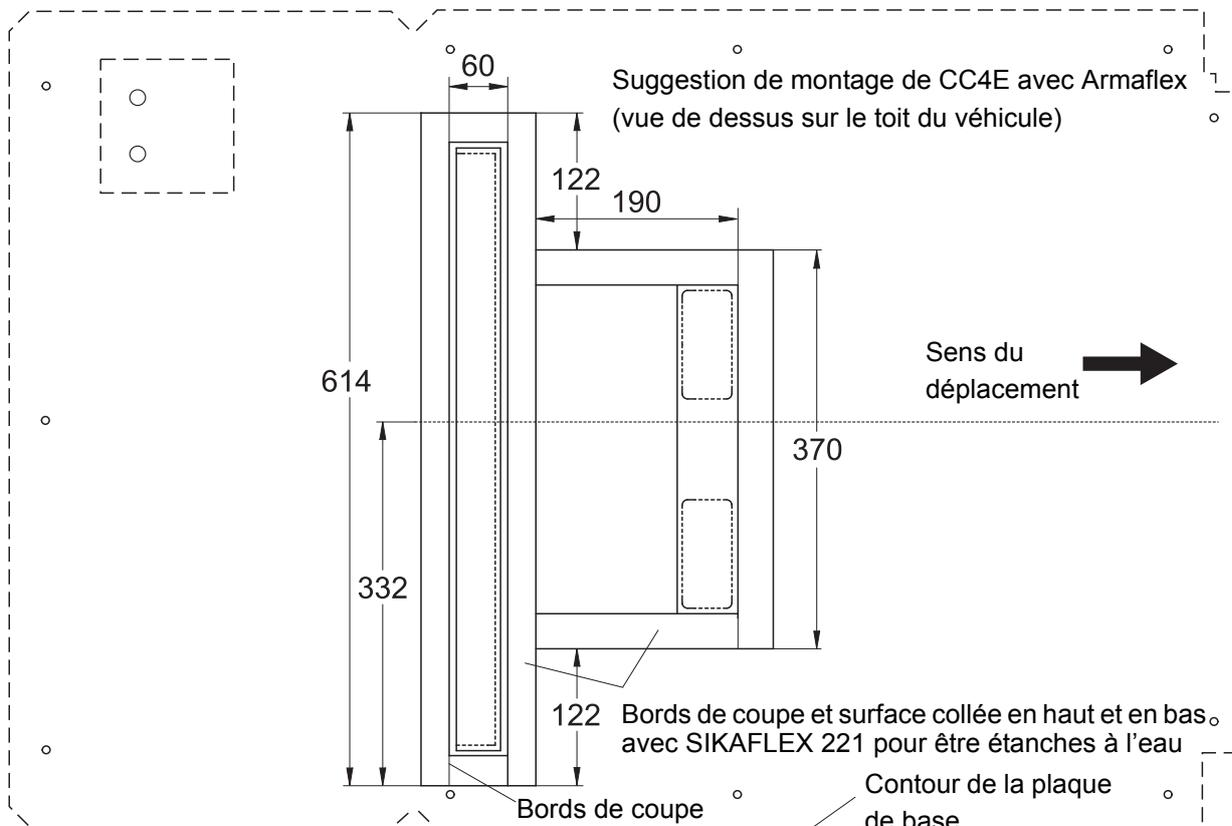

Fig. 4.2
- Tailler/adapter le cadre d'étanchéité de manière que les contours du toit (moules/rainures/courbure du toit), fig. 4.2, soient étanches. Lors du montage de la climatisation, le produit d'étanchéité doit être comprimé d'environ 20%-40% de sa hauteur.